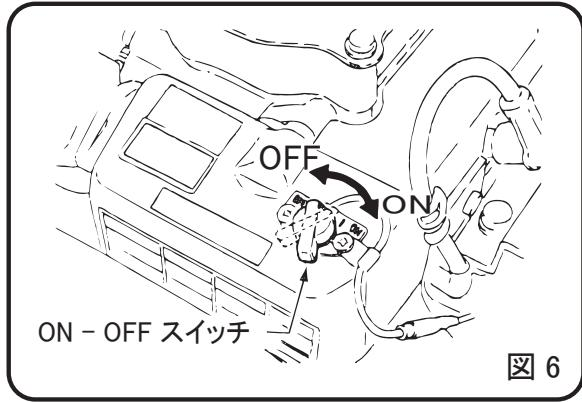

図 6
- 2 ON-OFF スイッチを「ON」の位置にします。（図6）